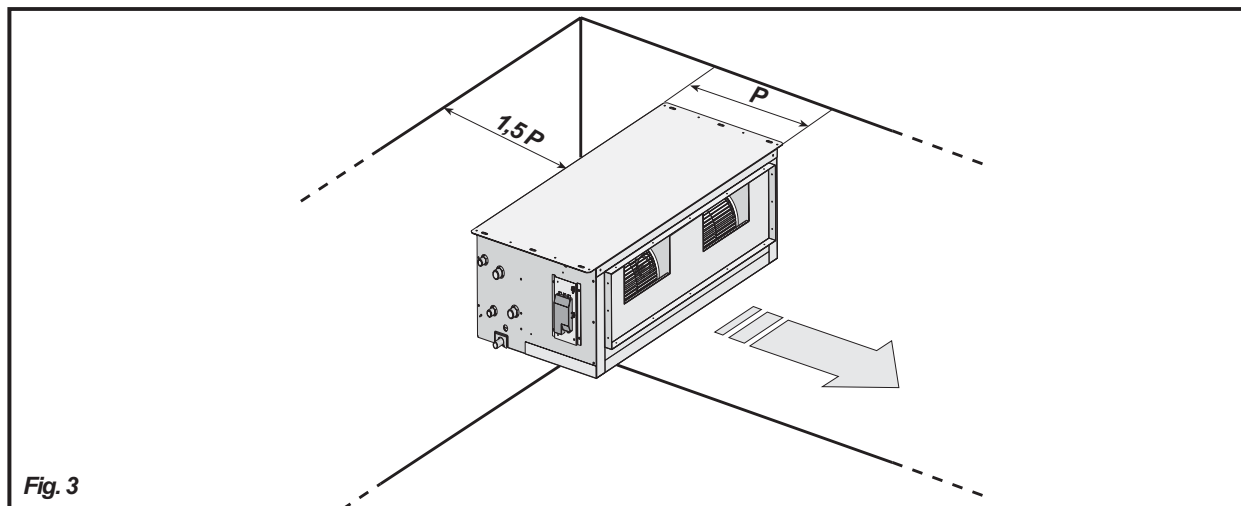

Fig. 3
- 1) Le lieu d'installation dispose de la place suffisante pour contenir l'appareil et qu'autour de l'appareil il y ait la place suffisante pour exécuter les opérations d'installation et d'entretien ordinaires et extraordinaires (voir fig. 3). Dans le cas où l'unité serait installée dans un faux plafond, il est nécessaire de prévoir un accès pour la rendre accessible.